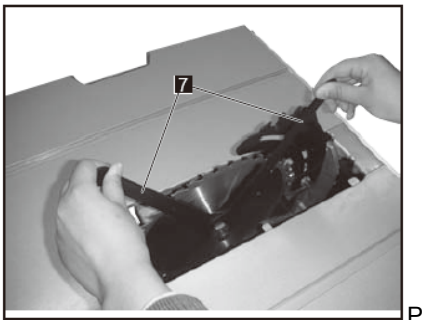

рис. 32
- Установите губки гаечного ключа (7) на лыски фланца (5), чтобы не допустить проворачивания оправки во время затяжки. С помощью гаечного ключа (7) затяните гайку оси по часовой стрелке (См. Рис. 32).